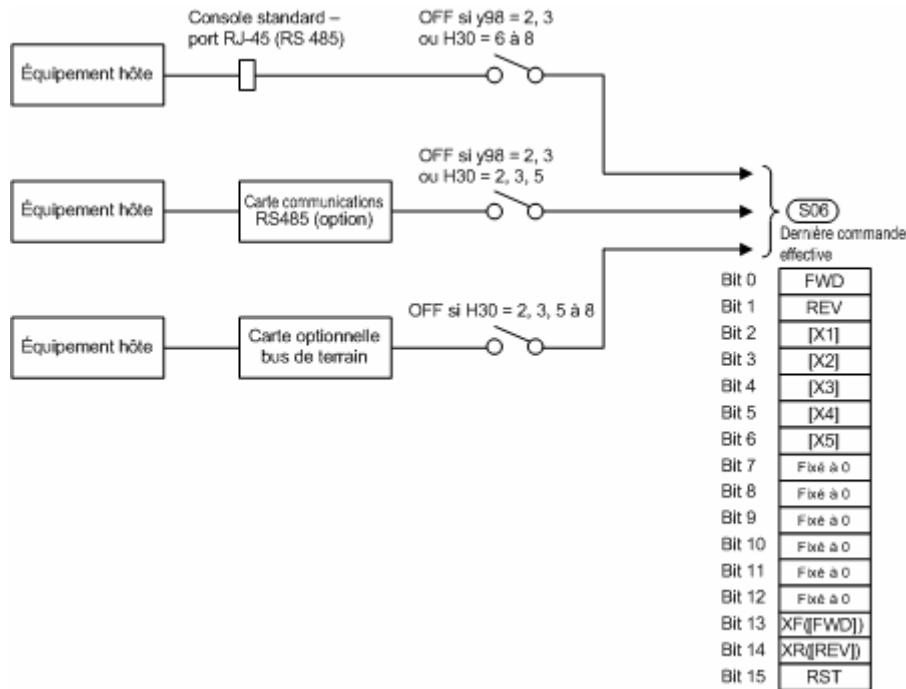

Figure 4.3 (e) Schéma fonctionnel du bloc d'entrée de commande logique (commandant via l'interface de communications)
La figure 4.3 (d) est un schéma fonctionnel du bloc d'entrée de commande logique (forcé de désactiver les signaux sur les bornes pendant que l'autorisation de la commande d'interface de communications (LE) est en train d'être activée) qui force la désactivation de tout signal sur les bornes d'entrées logiques lorsque l'interface de communication est activée ((LE) étant en cours d'activation.) Après la désactivation de l'« autorisation d'interface de communications », les signaux sur les bornes d'entrées logiques deviennent directement la sortie de signal pour la commande.
Comme le montre la figure 4.3 (e), la fonction de borne est attribuée à chaque bit d'une chaîne de 16 bits dans S06, bit par bit. Les bits 2 à 6 (fonctionnellement équivalents à E01 à E05), le bit 13 (équivalent à E98) et le bit 14 (équivalent à E99) sont disponibles pour caractériser les fonctions de bornes. Utilisez les codes de fonctions H30 et y98 afin d'autoriser l'interface de communications pour l'équipement hôte. Cependant, pour l'option de bus de terrain, n'utilisez que H30 pour activer l'interface de communications, car l'option de bus ne supporte pas y98.